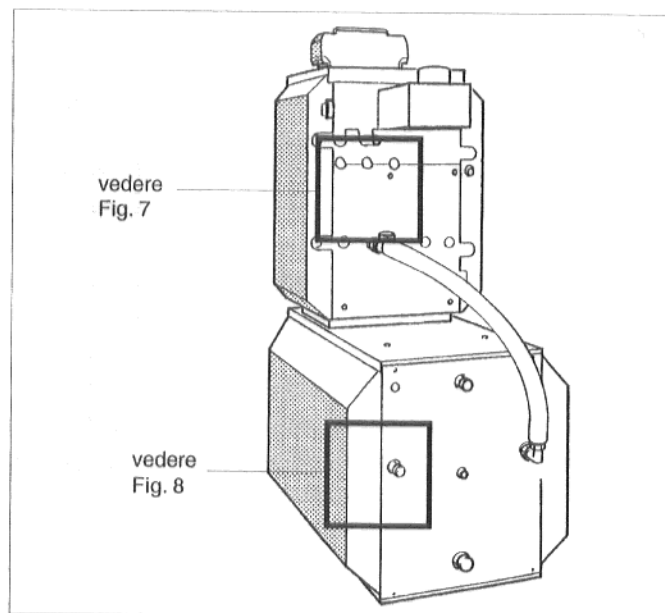

Fig. 6: Vista posteriore, attacco di ritorno montato
- Inserire l'anello torico nella scanalatura del nipplo doppio ed avvitare il nipplo doppio nella mandata accumulatore alla caldaia. (Fig. 6 e 7).
- Applicare la guarnizione piatta nel dado a risvolto del tubo metallico ondulado più lungo, preformare il tubo metallico ed avvitarlo forte al nipplo doppio (Fig. 6 e 7).
- Applicare la guarnizione piatta nel dado a risvolto della valvola di ritegno ed avvitare forte la valvola di ritegno alla mandata accumulatore (Fig. 6 e 8).
- Applicare la guarnizione piatta per la pompa (Ø 44 x 28 x 2) nell'altro dado a risvolto della valvola di ritegno ed avvitare forte la pompa di carico dell'accumulatore alla valvola di ritegno con la direzione del flusso rivolta verso il basso (Fig. 6 e 8).
- Applicare nel pezzo di riduzione la seconda guarnizione piatta per la pompa (Ø 44 x 28 x 2) ed avvitare forte il pezzo di riduzione al tronchetto di aspirazione della pompa di carico dell'accumulatore (Fig. 6 e 8).
- Applicare la guarnizione piatta nel secondo dado a risvolto del tubo metallico ondulado ed avvitare forte il tubo metallico ondulado al pezzo di riduzione (Fig. 6 e 8).